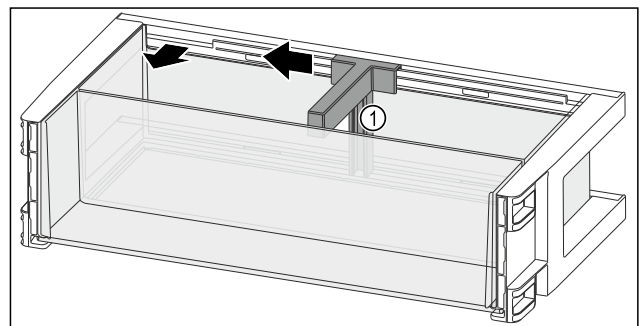

Fig. 139
- ▶ Flaschenhalter Fig. 139 (1) bis zur Aussparung zur Seite schieben.
- ▶ Flaschenhalter Fig. 139 (1) entnehmen.